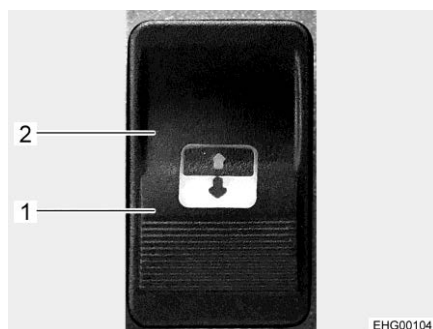

Fig. 123 Tasto di comando
Il tasto di comando (Fig. 123) è posizionato accanto al tetto scorrevole elettrico sul soffitto del veicolo
- Apertura:** ■ Premere il tasto di comando sul lato con il simbolo Apertura (Fig. 123,1), finché il tetto scorrevole non si trova nella posizione desiderata.
- Chiusura:** ■ Premere il tasto di comando sul lato con il simbolo Chiusura (Fig. 123,2).
- Premere il tasto di comando sul lato con il simbolo Chiusura (Fig. 123,2), finché il tetto scorrevole non si è spostato il più possibile.